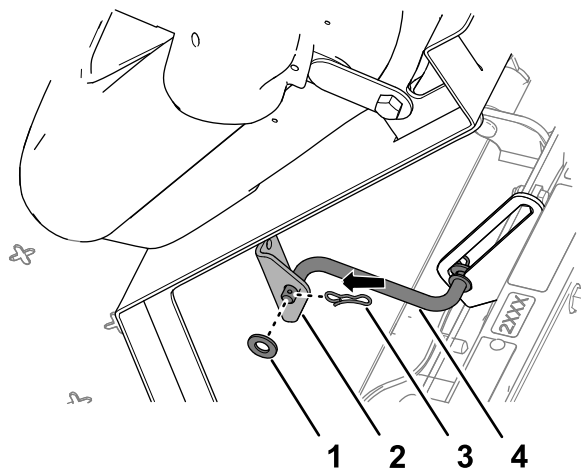

Figura 107
5. Sujete la varilla de sujeción al soporte del asiento con una arandela y una chaveta (Figura 107).